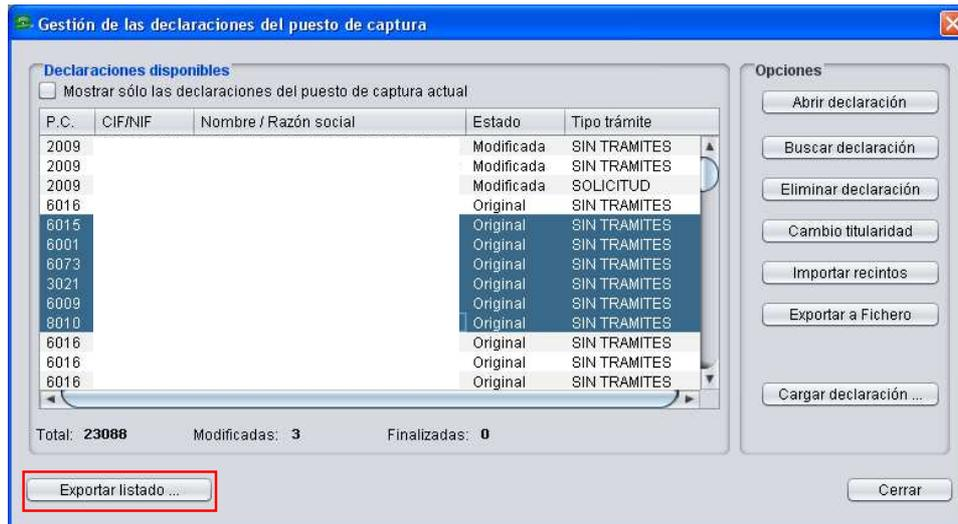
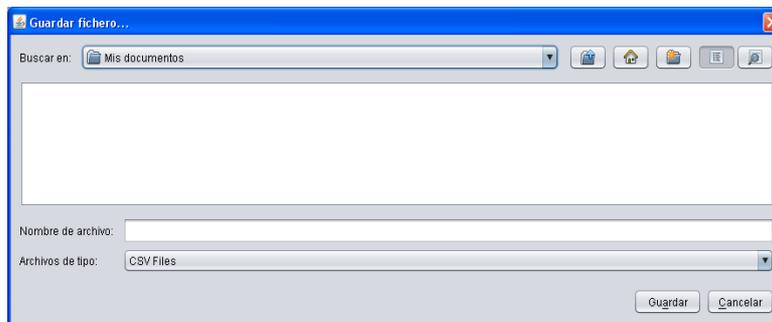

Fig. 80
Fig. 81
- **Exportar listado:** El acceso a esta última opción se encuentra en la esquina inferior izquierda de la ventana “Gestión de las declaraciones del puesto de captura” (Fig. 80); se utiliza para exportar el listado de una o varias declaraciones a un fichero con formato “.csv”, a la ubicación que se indique (Fig. 81).